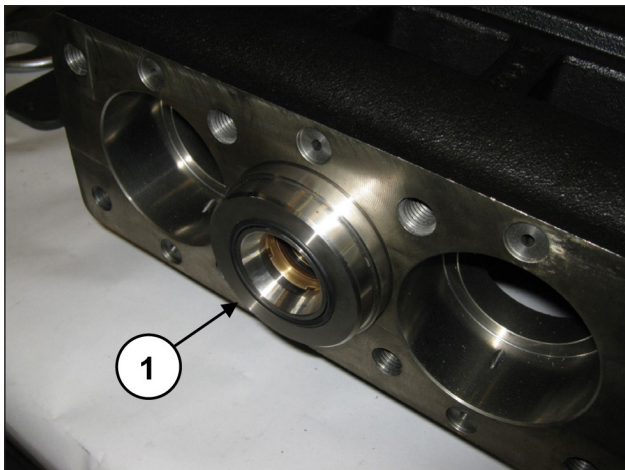

Fig. 175
Girando o eixo, avance a guia do pistão, de modo que o tampão, avançando em sua volta, possa expelir o suporte dos vedantes e todo o grupo do pistão (pos. ①, Fig. 175).